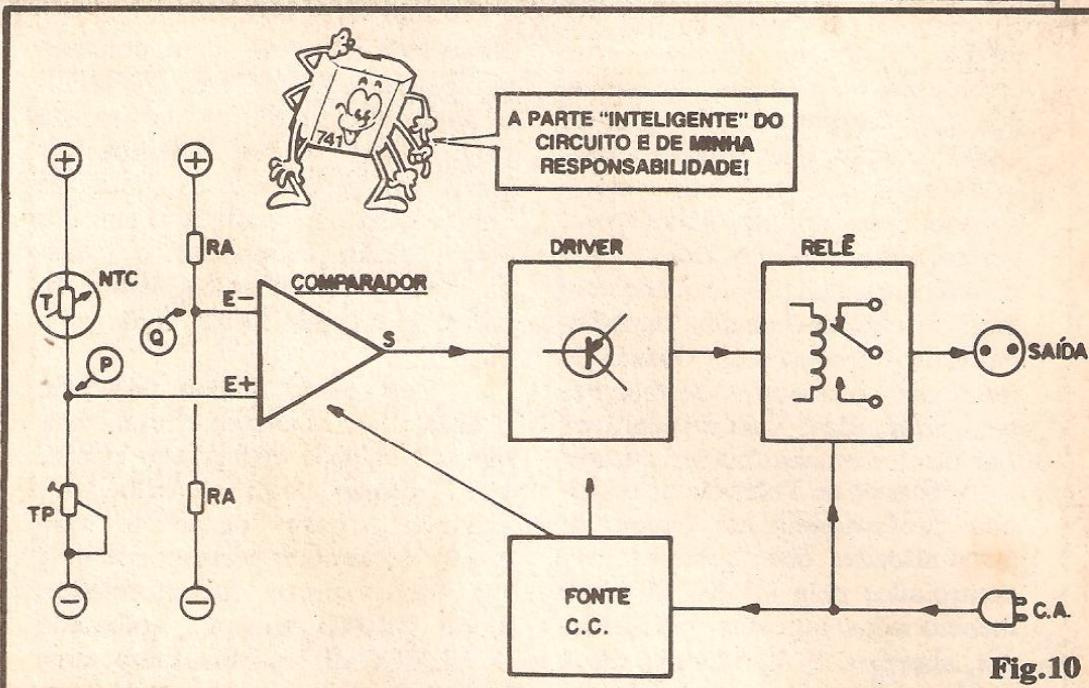

Fig.10
- FIG. 10 - O CIRCUITO - COMO FUNCIONA - O diagrama de blocos da figura mostra, claramente, os estágios, funções e "comportamentos" do circuito... Tudo está centrado na função comparadora executada pelo Integrado 741, o fantástico Amplificador Operacional estudado na parte Teórica da presente "Aula"... Observem que, como o Amp.Op. está alimentado por fonte única (12V nominais), a primeira providência para referenciar corretamente o funcionamento do bloco foi estabelecer um "zero central falso" para as Entradas do dito cujo, simplesmente conectando seu pino inversor ao "nó" de um divisor de Tensão formado pe-